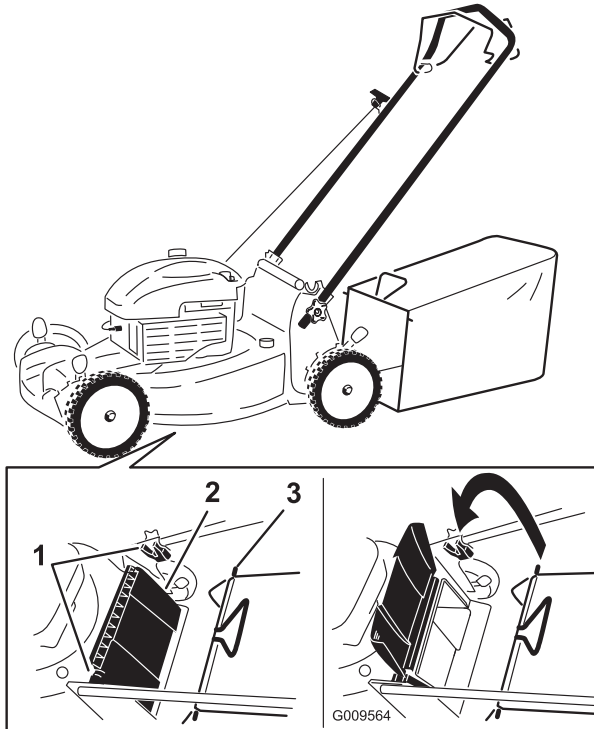

Bild 18
1. Heben Sie das hintere Ablenkblech an und halten Sie es hoch (Bild 18).
2. Setzen Sie den Grasfangkorb ein, stellen Sie sicher, dass die Stifte am Fangkorb in den Kerben am Griff sind (Bild 18).